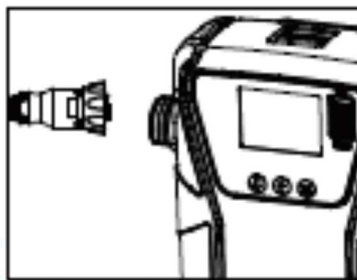

Figura 2
2. Collegare il connettore elettrico alla batteria (Figura 2).